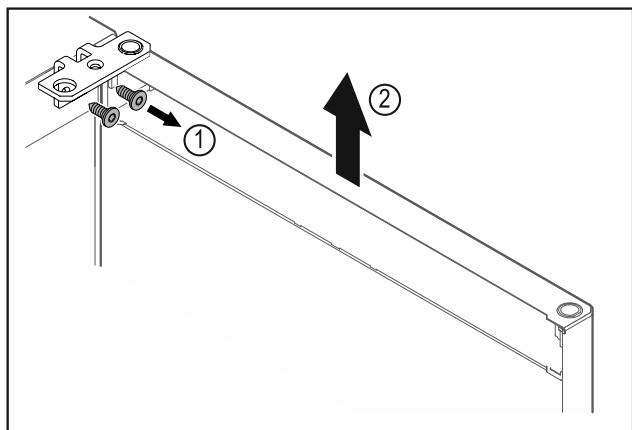

Fig. 9
- ▶ 拧下合页角铁 Fig. 9 (1)。
- ▶ 将冰箱门连同合页角铁一起笔直向上提升 Fig. 9 (2) 大约 200 mm 并取下。